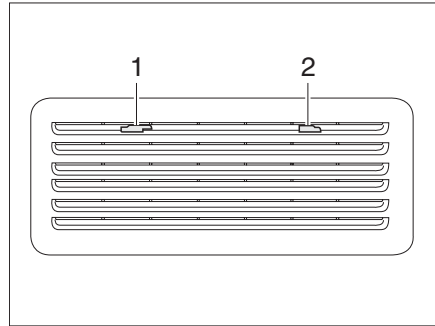
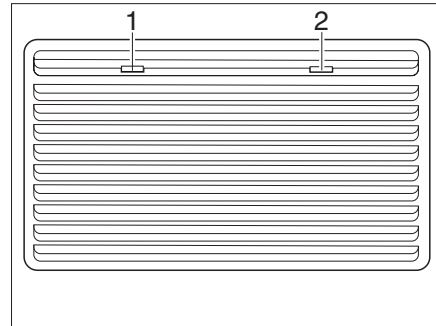

Fig. 138 Griglia di aerazione del frigorifero (Thetford piccolo)
Fig. 139 Griglia di aerazione del frigorifero (Thetford grande)
- Spingere gli arresti (Fig. 138,1 e 2 o Fig. 139,1 e 2) verso il centro.